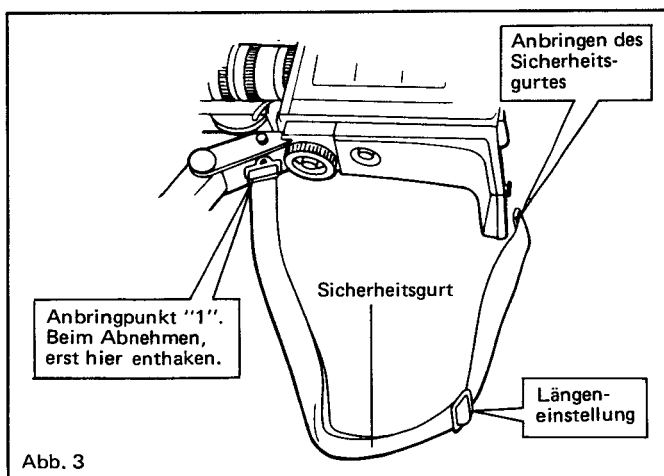

Abb. 3
4. Bringen Sie den Sicherheitsgurt wie in Abb. 3 gezeigt an und stellen Sie die Länge so ein, daß die Kamera stabil ist.